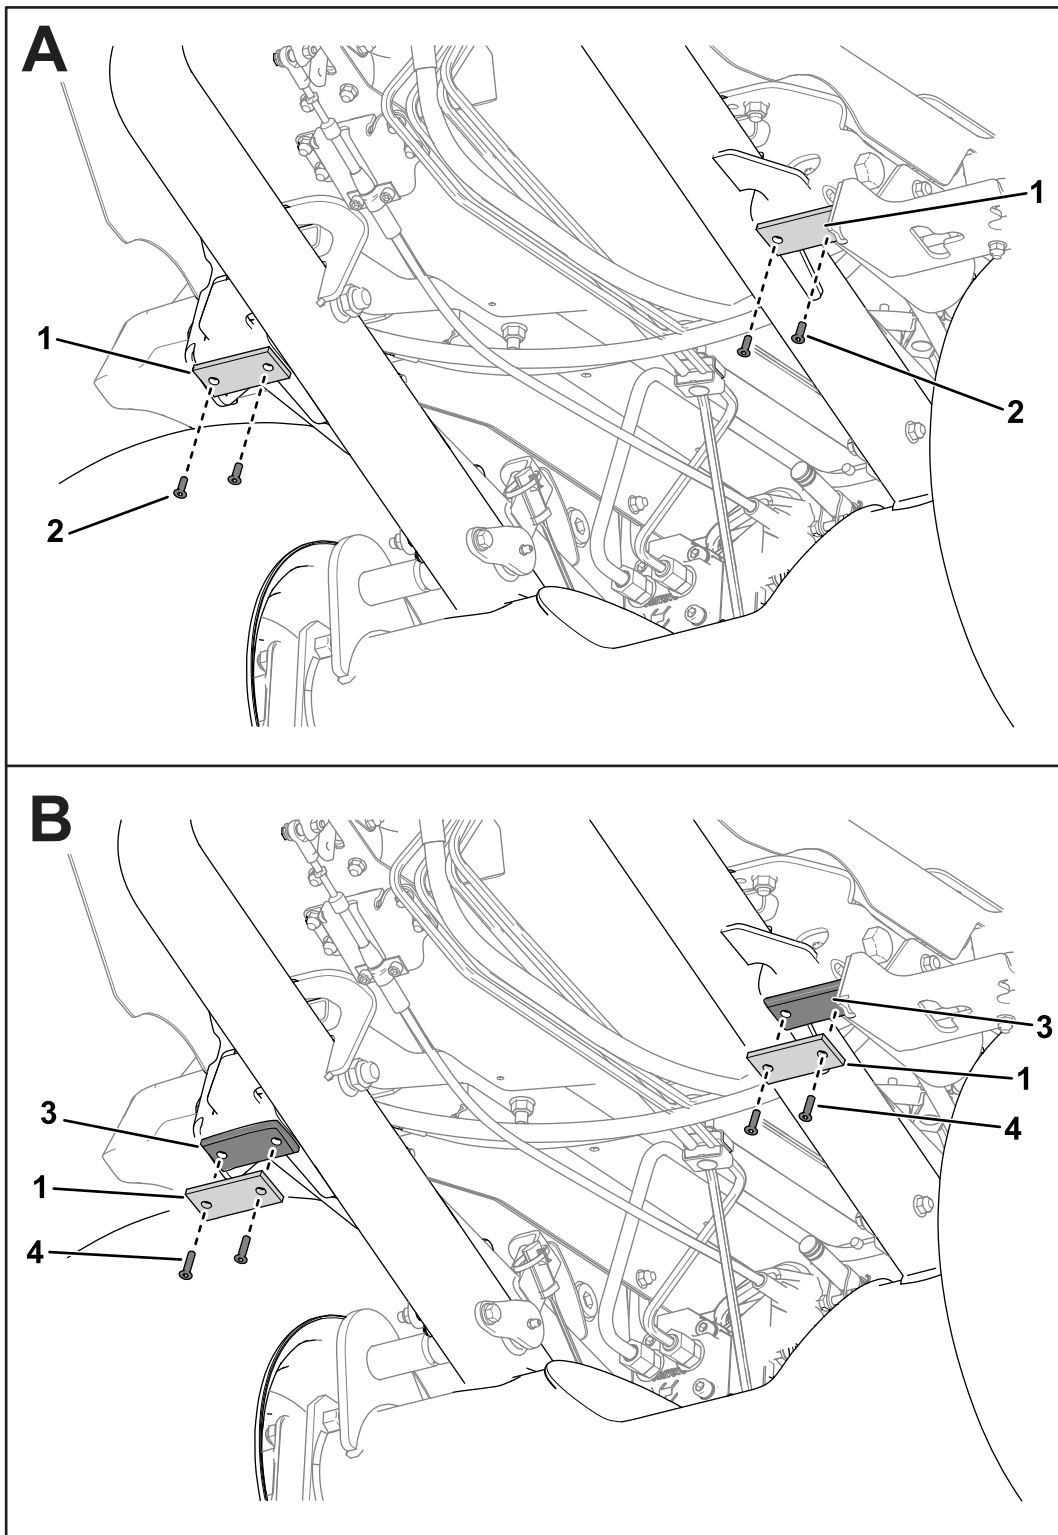

图 17
1. 在前机架下方从机架上拆下现有的螺丝 ¼ 英寸和橡胶垫 图 17。
2. 使用新螺丝 ¼ x 1-¼ 英寸将隔片和橡胶垫固定到机架上 图 17。